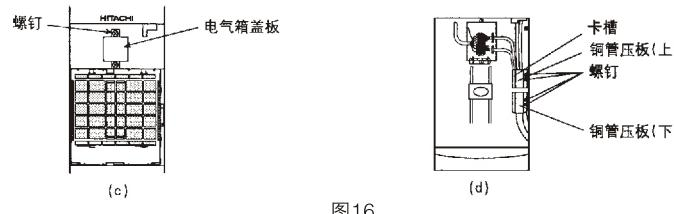

图16
- (1) 按图16所示依次拆下吸风面框、空气滤尘网、电气箱盖板及铜管压板。